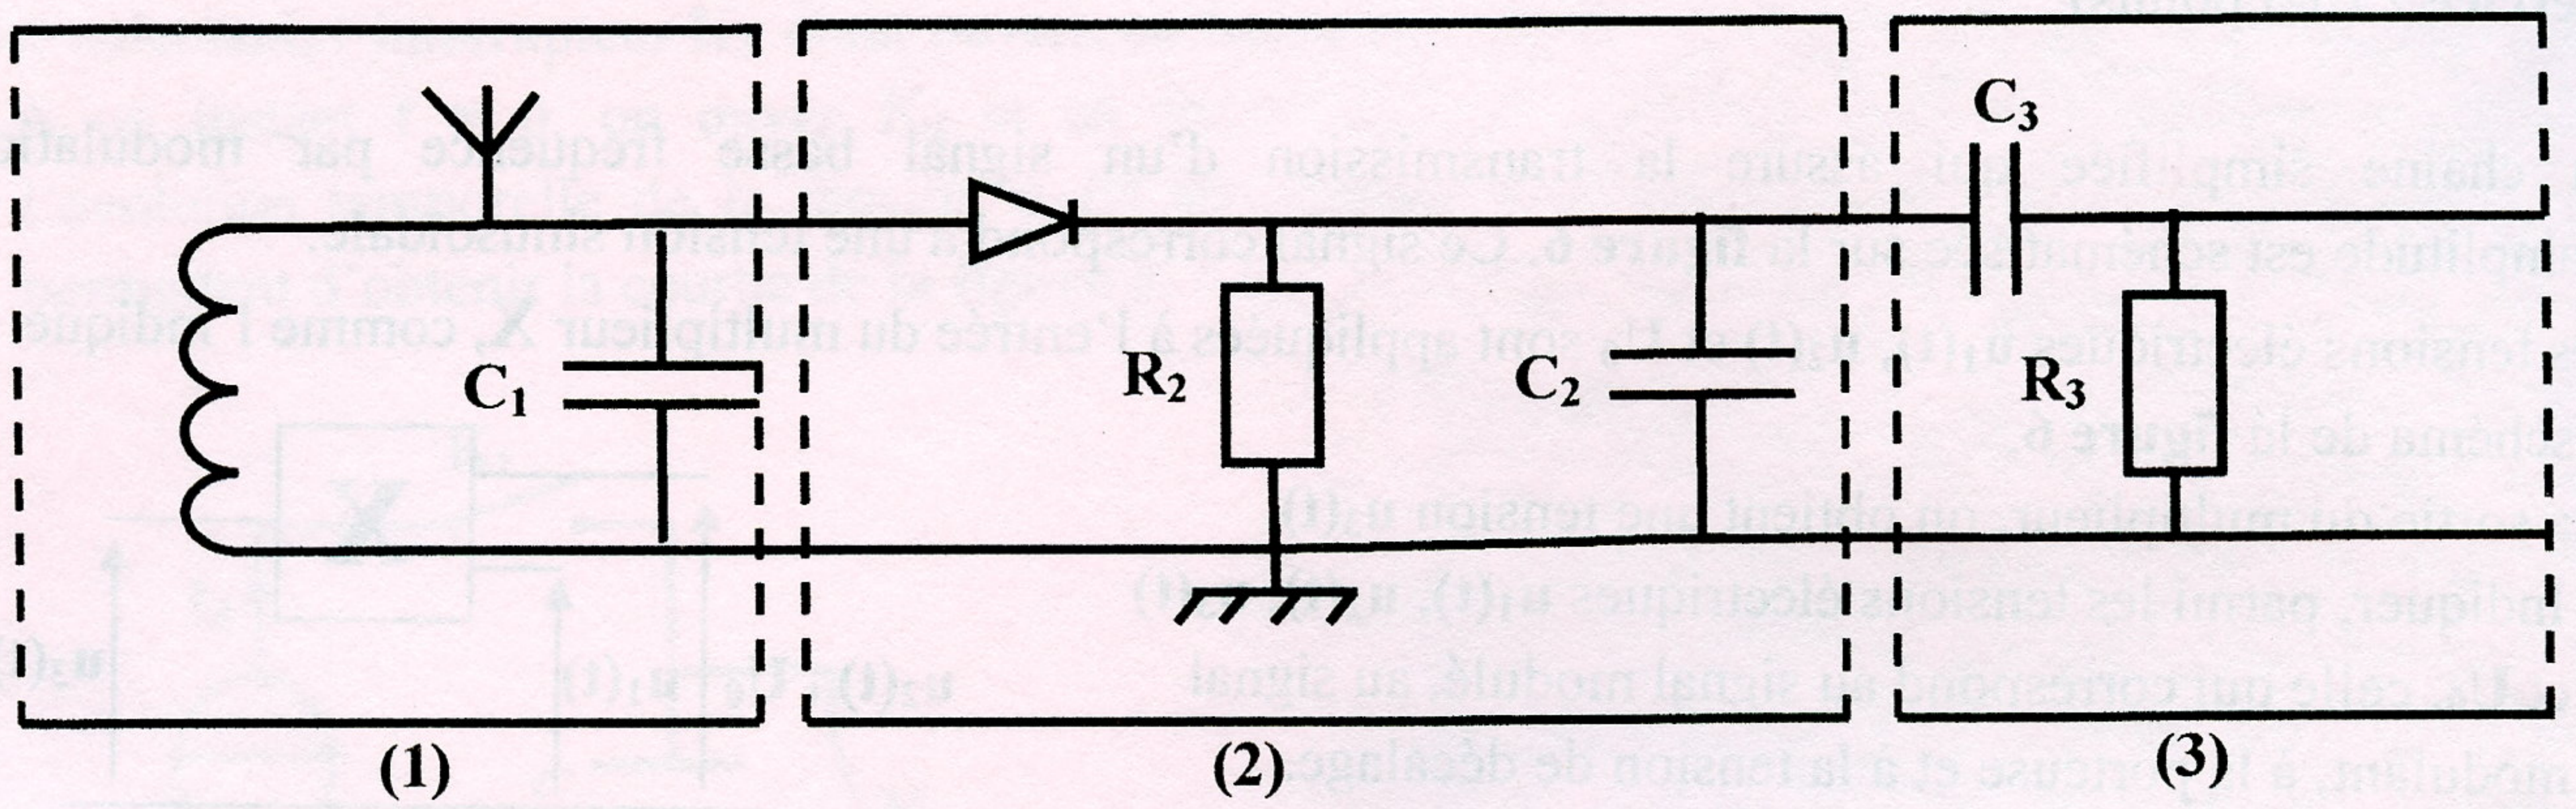

Fig.8
4- Le traitement du signal modulé est assuré par un montage constitué de trois étages (1), (2), (3) et dont le schéma est donné sur la **figure 8**.